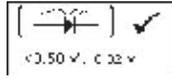

Fig.53
15. El contador de tiempo se muestra en la pantalla (Fig.52) se iniciará la cuenta atrás de 10 segundos a 0s. Tan pronto como se llega a cero en segundo lugar, los resultados se mostrarán automáticamente como ejemplo mostrado en la Fig.53 debajo.